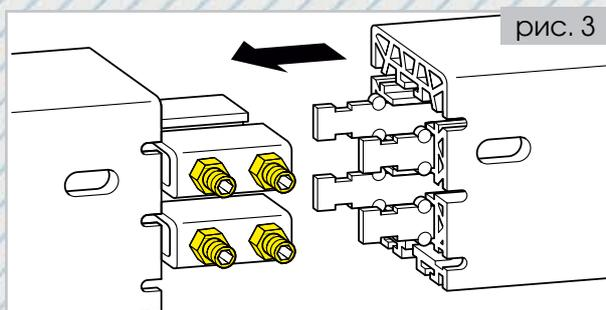

рис. 3
- Для соединения троллейного шинпровода 21-465-02/03 используются винтовые соединения. Троллей поставляются с уже смонтированным соединением на правом конце троллей. **(рис.3)**